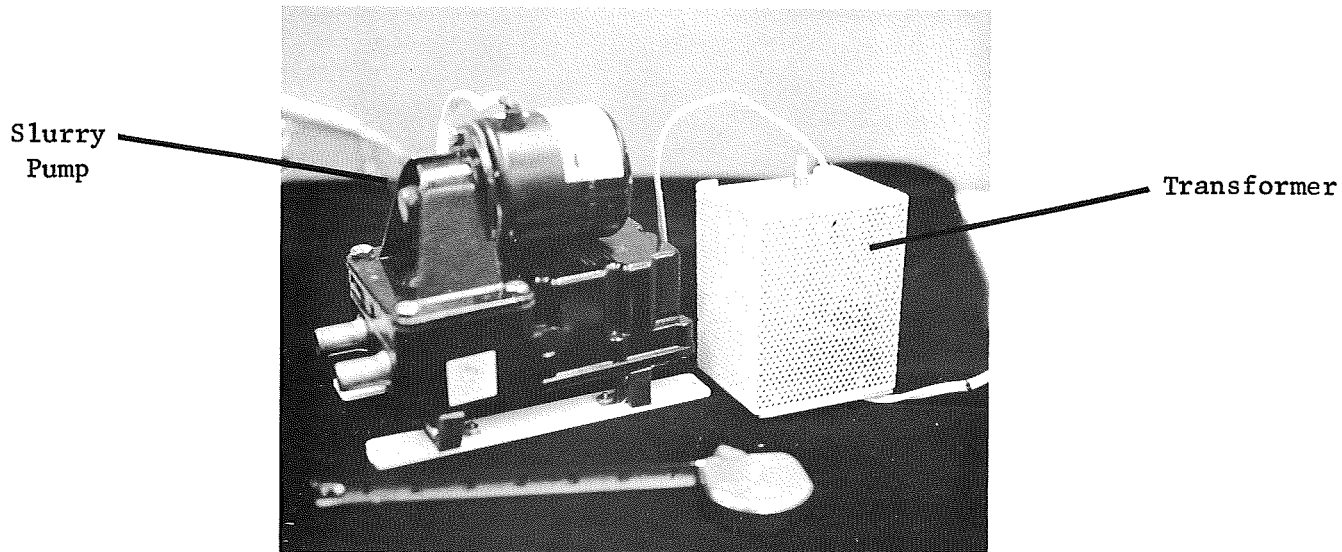

FIGURE 13. SLURRY PUMP
4.5 Slurry Pump (See Figure 13)